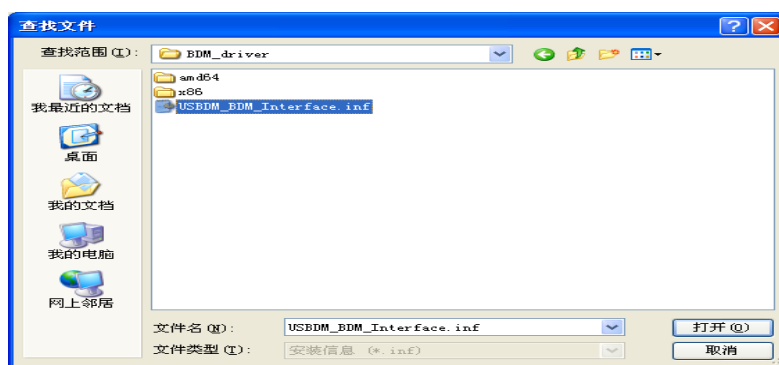

图 5-4 驱动程序路径
选择“从磁盘安装 (D)...”，然后选择驱动程序的路径，即“C:\Program Files\pgo\USBDM Drivers 1.0.1\Drivers\BDM_Driver”文件夹（XP 系统）。“C:\Program Files (X86)\pgo\USBDM Drivers 1.0.1\Drivers\BDM_Driver”文件夹（WIN7 系统）。如图 5-4 所示。